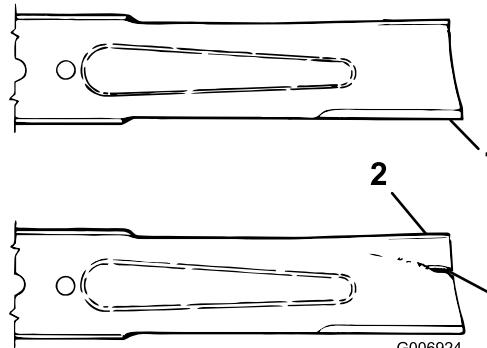

Figura 67
3. Verificate accuratamente i taglienti, con particolare attenzione ai punti d'incontro delle sezioni piatta e curva della lama (Figura 67).
4. Se riscontrate segni di usura (Figura 67), sostituite la lama; fate riferimento a Revisione della lama (pagina 58).
Se continuate ad usare la lama usurata, si forma una scanalatura tra la costa e la sezione piatta della lama (Figura 67). Alla fine, un pezzo di lama può staccarsi e venire lanciato dal sottoscocca, con il rischio di ferire gravemente voi o gli astanti.